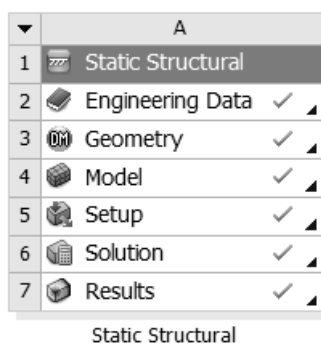

图 5-33 项目管理区中的分析项目
Step1: 单击 Mechanical 界面右上角的  (关闭) 按钮, 退出 Mechanical 返回到 Workbench 主界面。此时, 主界面的项目管理区中显示的分析项目均已完成, 如图 5-33 所示。